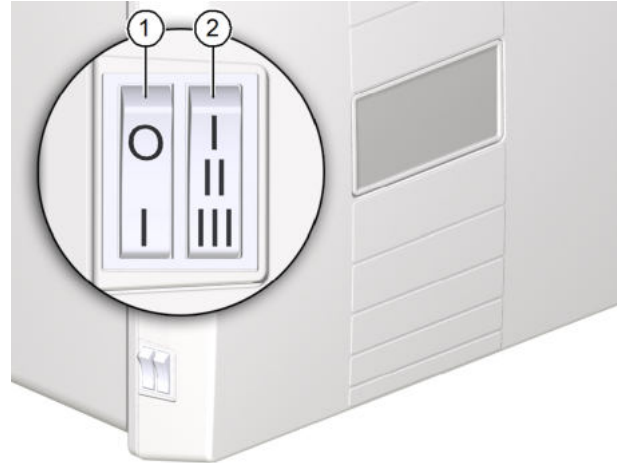

Abb. 11: Bedienelemente am Lüftungsgerät
Die am Stufenschalter (Pos. 2 in Abb. 11) gewählte Leistungsstufe wird auch mit der jeweiligen LED am Tastsensor InControl signalisiert.
- ▶ Schalten Sie das Lüftungsgerät am Netzschalter (Pos. 1 in Abb. 11 auf Seite 17) ein. Nach ca. 10 s öffnen sich die Luftklappen an der Abluft- und Zuluftöffnung.